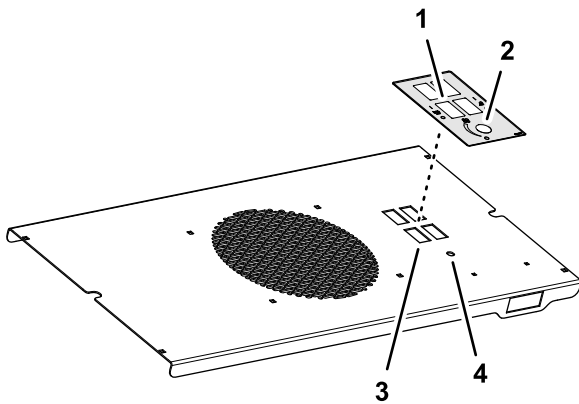

Bild 3
1. Entfernen Sie das Trägermaterial vorsichtig vom Aufkleber (Bild 3).
2. Fluchten Sie die rechteckigen Öffnungen und das Loch im Aufkleber mit den rechteckigen Öffnungen und dem Loch im Bedienfeld aus, wie in Bild 3 abgebildet.